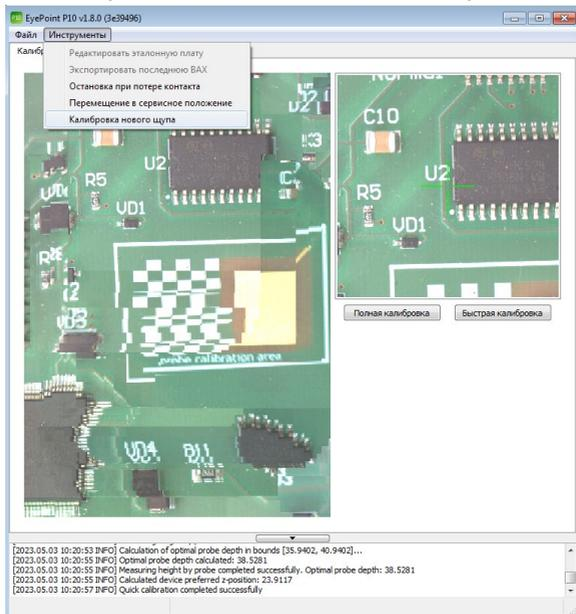

Рисунок 11. Внешний вид окна ПО EyePoint P10 при проведении калибровки нового щупа.
- Запустите процесс калибровки щупа, выбрав в главном меню программы «Инструменты» → «Калибровка нового щупа» (Рисунок 11).